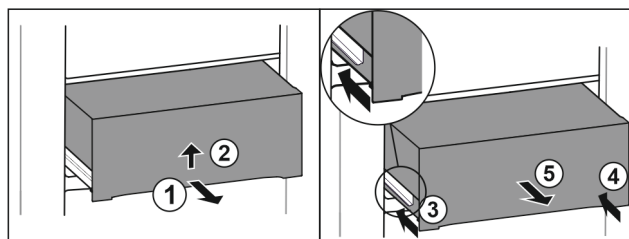

Fig. 50
- ▶ Træk skuffen halvt ud. Fig. 50 (1)
- ▶ Løft skuffen på undersiden. Fig. 50 (2)
- ▶ Skub den venstre skinne ind. Fig. 50 (3)
- ▶ Skub den højre skinne ind. Fig. 50 (4)
- ▶ Tag skuffen ud fremefter. Fig. 50 (5)